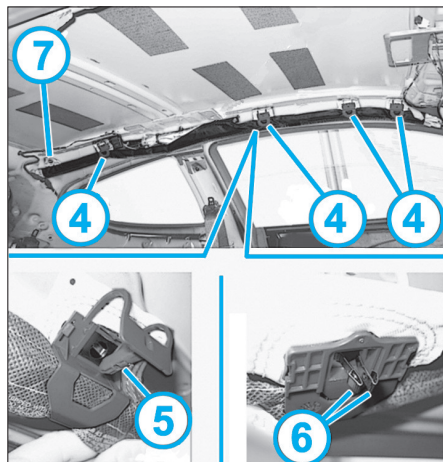

Fig. 9
- Ouvrir les colliers (4) en commençant par l'agrafe (5) puis les agrafes (6) (Fig.9).
- Percer le rivet (7).